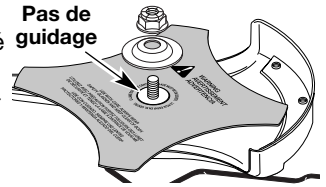

Fig. 11
4. Placez la lame de coupe sur la bague de l'arbre de sortie (Fig. 11).
5. Assurez-vous que la lame de coupe est centrée sur le pas de guidage et qu'elle repose à plat contre la bague de l'arbre de sortie (Fig. 11).